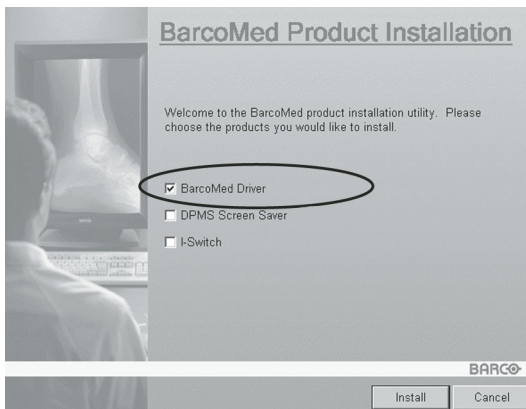

Figura 64
3. Para actualizar el controlador, desactive la casilla de verificación al lado de **“DPMS Screen Saver”** y **“I-Switch”** (figura 64) y haga clic en **“Instalar”**.